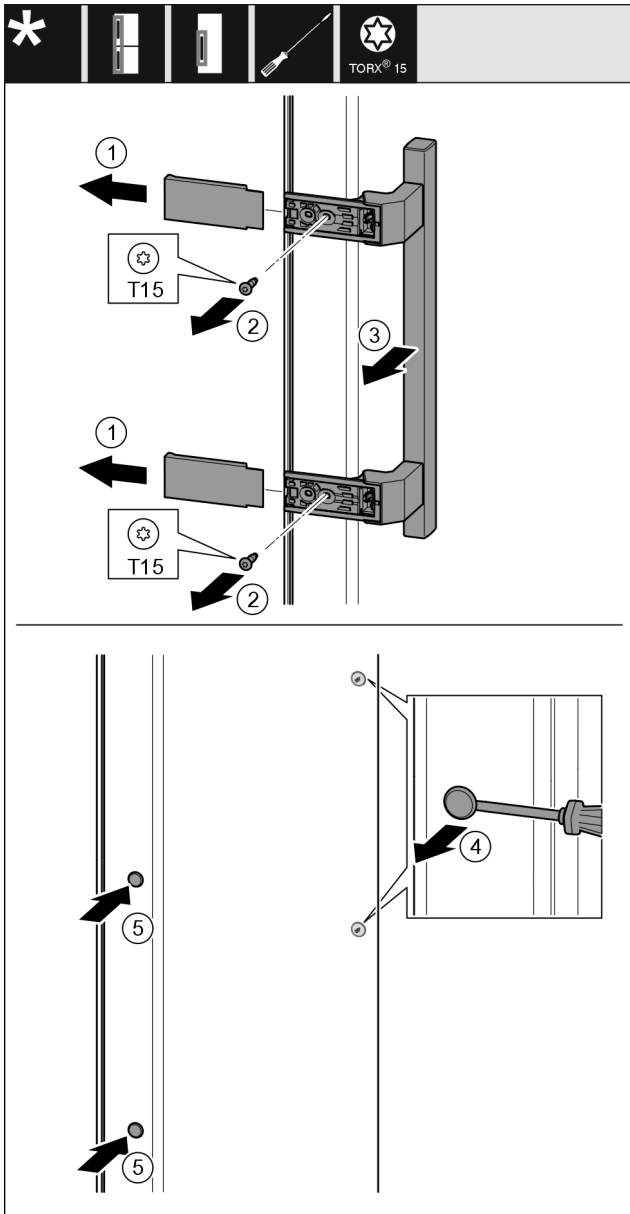

Fig. 19
- ▶ Afdekking Fig. 19 (1) wegtrekken.
- ▶ Schroeven Fig. 19 (2) met een schroevendraaier er uit draaien.
- ▶ Greep Fig. 19 (3) wegnemen.
- ▶ Til de zijplug voorzichtig Fig. 19 (4) op met een platte schroevendraaier en trek hem er uit.
- ▶ Plug Fig. 19 (5) aan de andere kant er weer insteken.